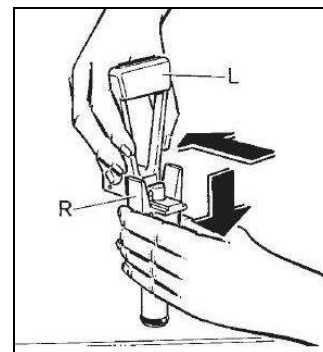

Fig. 13
- Démonter le robinet en maintenant le corps L vers le bas et en retirant le levier R de son emplacement (voir fig.13).